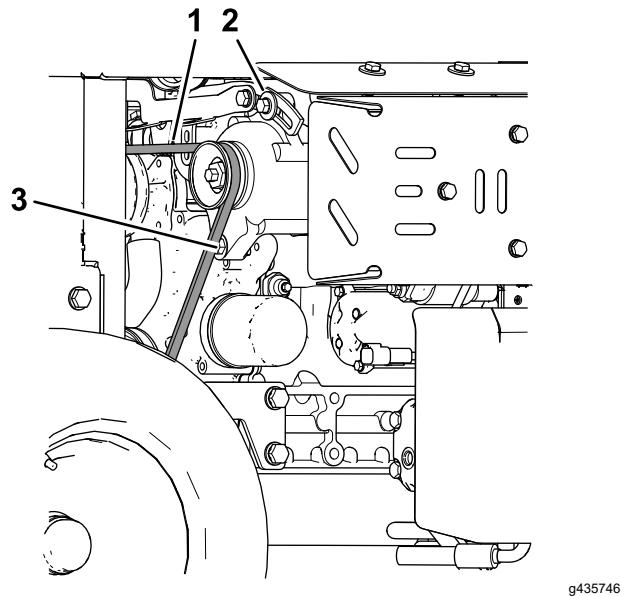

Figura 76
4. Desaperte o parafuso da articulação do alternador e parafuso de bloqueio (Figura 76).
6. Aperte o parafuso de bloqueio do alternador (Figura 76).
7. Aperte o parafuso da articulação do alternador (Figura 76).